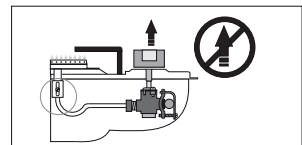

Figura 26
- No hale las perillas porque el cono interno podría desacomodarse y originar fugas de gas (Ver figura 26).